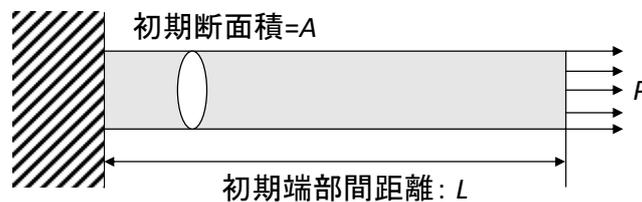
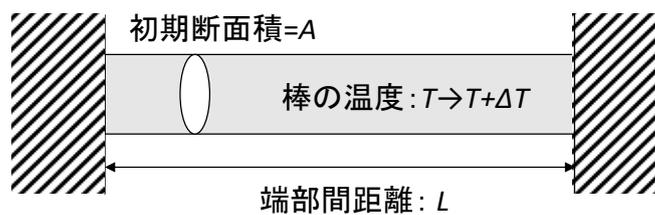
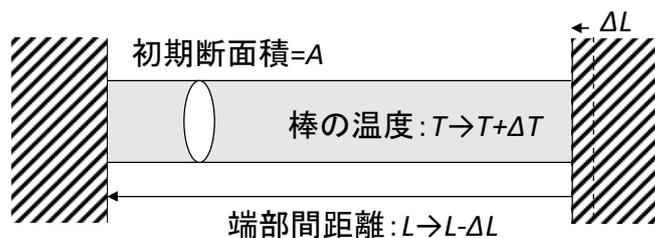

図3-1
図3-2
図3-3
第4問 図3-1のように初期断面積 A 、初期長さ L の丸棒を想定する。この丸棒に荷重が負荷されたときの応力や変形について、以下の問いに答えよ。材料は線形弾性体とし、温度によらず、その縦弾性係数は E 、線膨張係数は α で一定とする。また、微小変形理論が成立するものとし、丸棒の径方向変形に対する端部の拘束は無視できるものとする。
- (1) 図3-1のように棒の一端が拘束されて、もう一方の端部に引張荷重 P が負荷されたときに丸棒に発生する軸方向応力 σ と棒の伸び δ を A 、 L 、 E を使って表せ。
- (2) (1)において、軸方向応力が材料の降伏応力を超えて塑性変形が生じるとしたとき、軸方向応力と棒の伸びはどのように変化するか。
- (3) 図3-2のように両端が拘束された状態で、丸棒の温度が一樣に ΔT 上昇したときに発生する軸方向応力 σ と両端に発生する反力の絶対値 R を A 、 E 、 α 、 ΔT を使って表せ。
- (4) (3)において、軸方向応力が材料の降伏応力を超えて塑性変形が生じるとしたとき、軸方向応力と両端に発生する反力の絶対値はどのように変化するか。
- (5) 図3-3のように丸棒の温度が一樣に ΔT 上昇するとともに、端部間の距離が ΔL 減少したときに発生する軸方向応力 σ と棒の両端に発生する反力の絶対値 R を A 、 L 、 E 、 α 、 ΔL 、 ΔT を使って表せ。